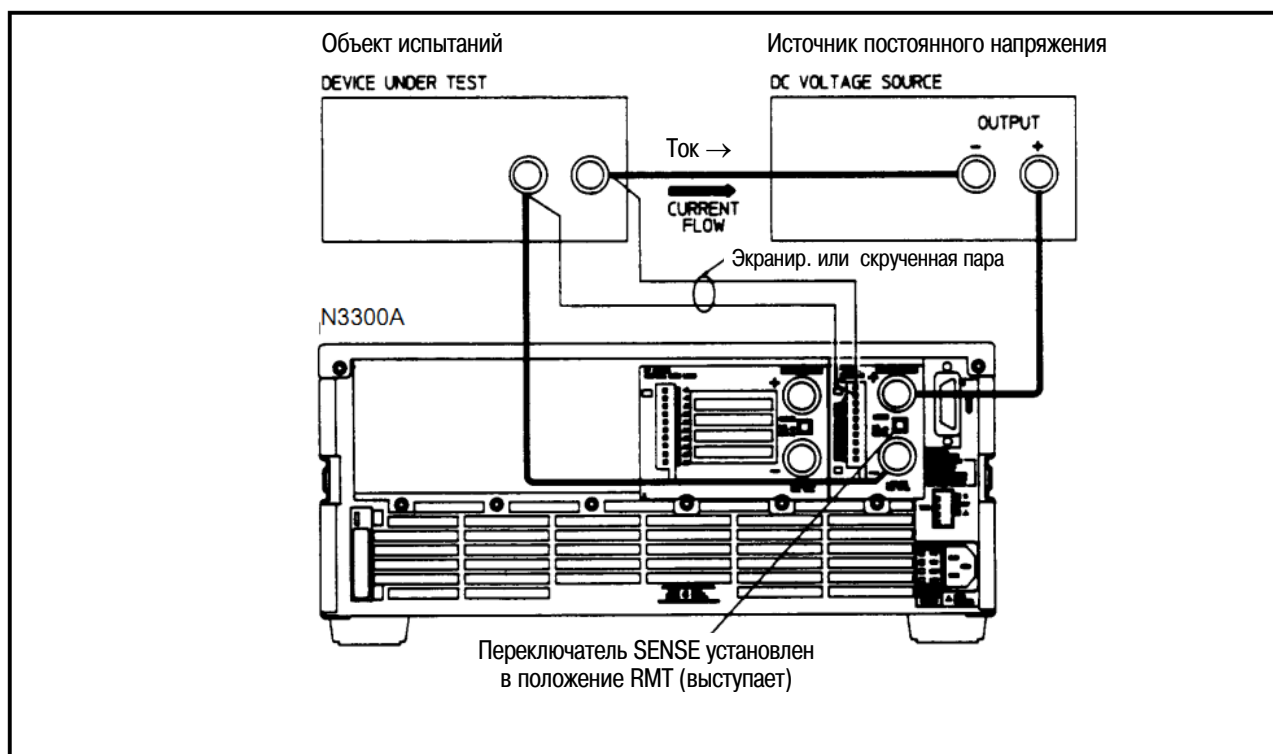

Рис. 3-13 Нагрузка для нулевого напряжения
При работе с напряжением ниже 3 В снижается скорость изменения нагрузки и входной ток, как показано в таблице 6-1. Если эти условия неприемлемы для вашей задачи, тогда рекомендуется применять внешний источник питания для увеличения напряжения на клеммах нагрузки свыше 3 В, как показано на рис. 3-13.
В этой конфигурации рекомендуется применять дистанционное измерение напряжения, как показано на рис. 3-13. Провода нагрузки присоединяют как к объекту испытаний, так и к вспомогательному источнику напряжения, однако провода SENSE присоединяют непосредственно к объекту испытаний. Это позволяет измерять напряжение на выходе объекта испытаний и улучшить качество регулирования нагрузки в режимах стабилизации напряжения (CV) и сопротивления (CR).